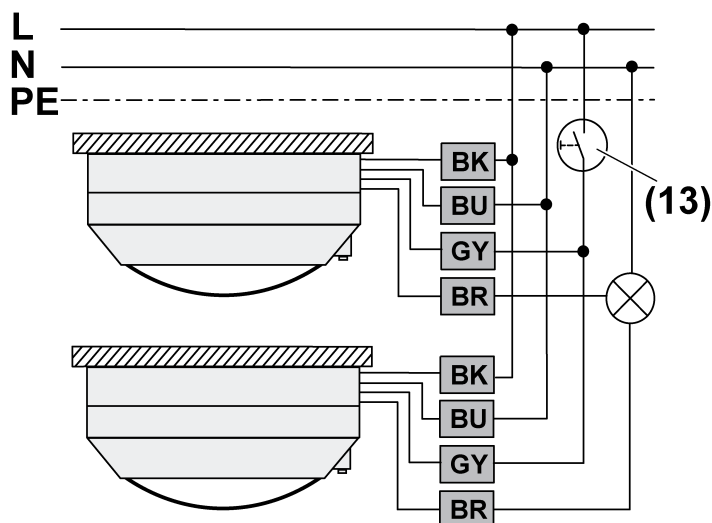

Figura 7: Plano de conexión en paralelo
- Conectar el detector conforme al esquema de conexiones (figura 7).
- Conectar el pulsador opcional de instalación (13) a todos los detectores (figura 7). Sólo será necesario cuando se desee manejar manualmente.